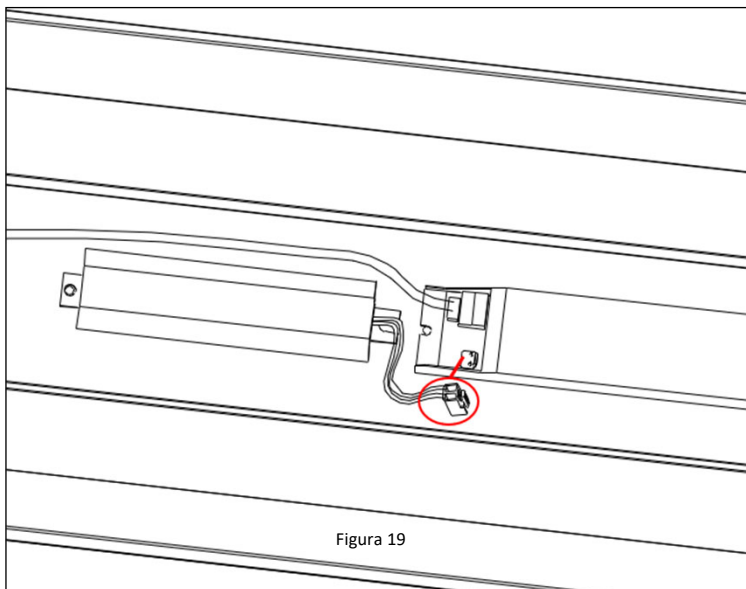

Figura 19
- Si instala un dispositivo de emergencia, debe conectar el módulo de respaldo de la batería al controlador de emergencia. **Ver la Figura 19.**